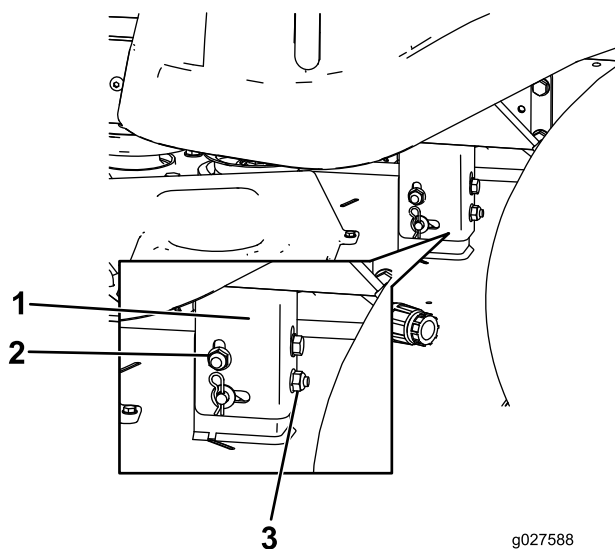

Figure 53
- Élevez ou abaissez le côté gauche du tablier de coupe en tournant l'écrou arrière (Figure 53).